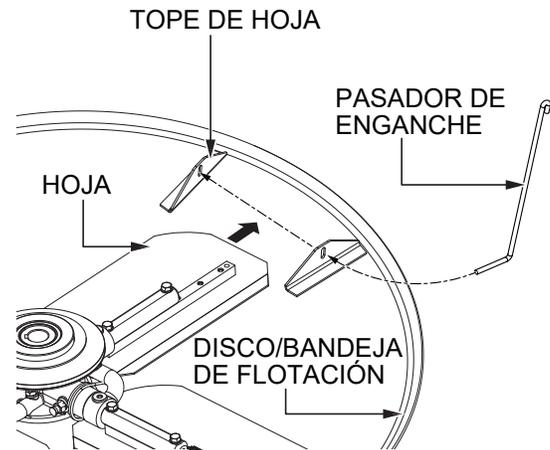

Figura 17. Instalación de bandejas de flotación (pasadores de enganche)
1. Levante la alisadora justo lo suficiente para deslizar la bandeja de flotación debajo de las hojas. Baje la alisadora sobre la bandeja con las hojas entre topes de hojas (Figura 17).
3. Tienda los pasadores de enganche por los agujeros de tope de la hoja según se muestra en la Figura 17.